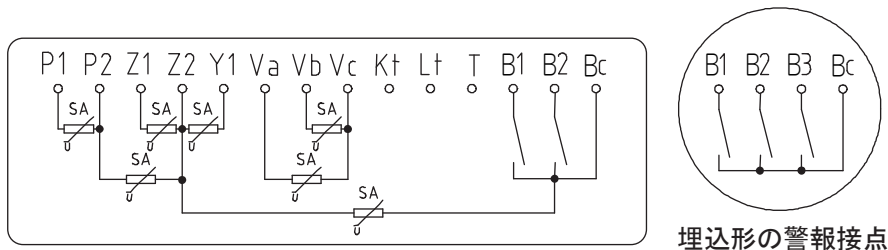

図14 SA(避雷器)の設置
- (注) 1. 各端子間の測定および印加は行わないでください。(図14)